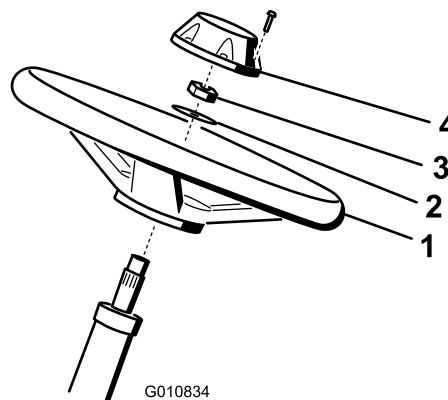

Figura 6
1. Aplicați produsul de antigripare pe arborele de direcție (aa cum se arată în Figura 6).
2. Montați volanul de arborele de direcție cu o aibă i contrapiuliță (Figura 6).
4. Montați capacul pe roată (Figura 6).